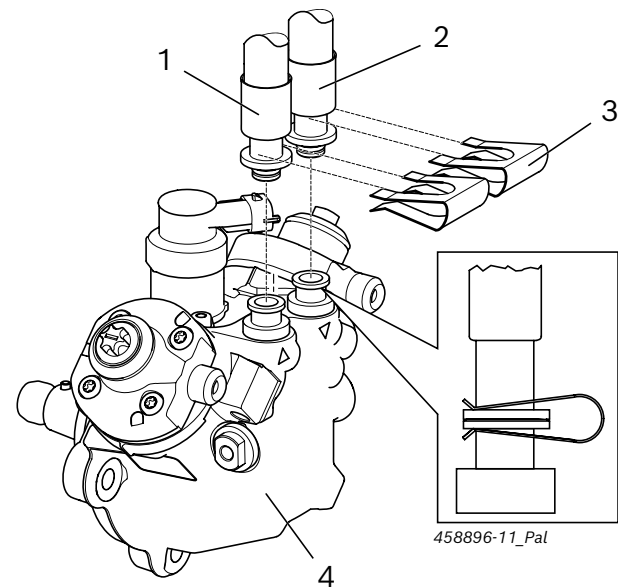

Fig. 3: CP4.2 con sistema ad innesto
! Per il collegamento dell'olio di prova CP4 utilizzare le condutture flessibili specifiche delle pompe. Con le graffe di fissaggio 1 685 200 116 (fig. 3, pos. 3) vengono fissate le condutture flessibili alla CP4. Le condutture flessibili e le graffe di fissaggio sono comprese nella fornitura del kit di componenti 1 687 016 125.
1. Collegare il tubo flessibile per mandata olio di prova (fig. 3, pos. 1) al raccordo di mandata della CP4.
2. Collegare il tubo flessibile per ritorno olio di prova (fig. 3, pos. 2) al raccordo di ritorno della CP4.
3. Con le graffe di fissaggio (fig. 3, pos. 3) vengono fissate le condutture flessibili ai raccordi della CP4.